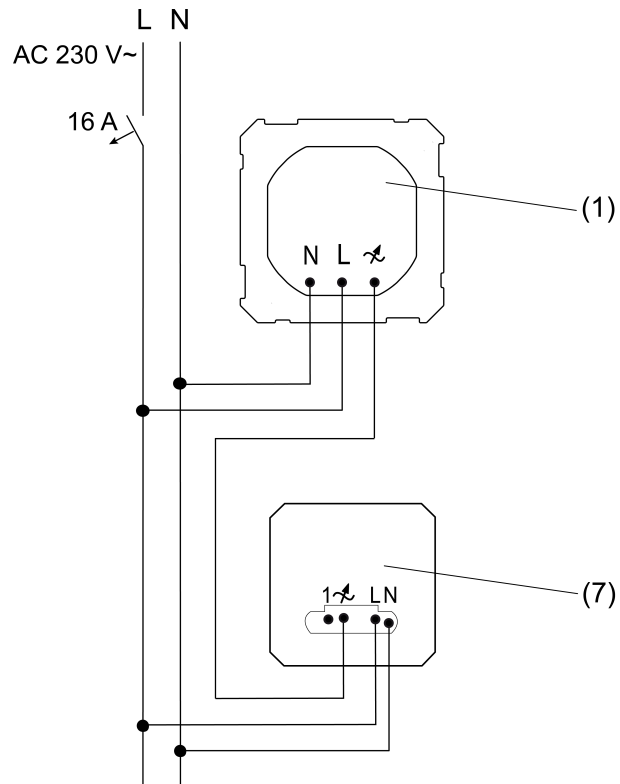
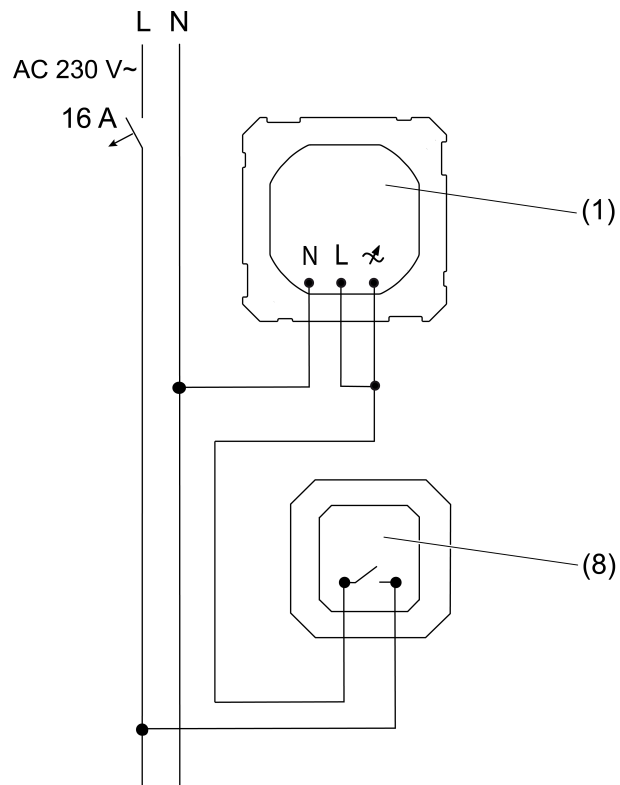

Bild 3: Für dimmbare Lichtaufsätze: Anschlussplan für LED-Dimmer 3-Draht (7)
Bild 4: Für nicht dimmbare Lichtaufsätze: Anschlussplan für Schalteinsatz (8)
- LED-Dimmer mit 3-Drahtanschluss (7) (Bild 3)
- Plug & Light Unterputz-Einsatz (1) für nicht dimmbare Lichtaufsätze gemäß folgendem Anschlussplan anschließen:
- Schalteinsatz (8) (Bild 4)